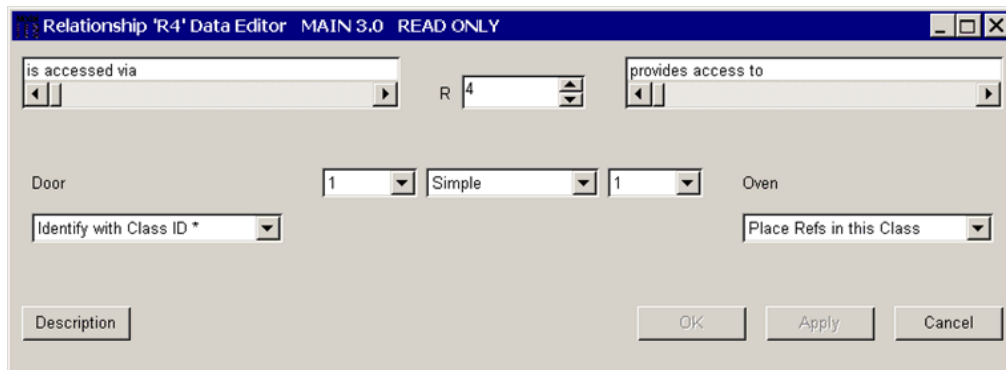

図 4-8: 関係データエディタ
- ポップアップメニューの [*Show Relationship Data Editor*] を選択します。関係データエディタが別のウィンドウに表示されます (図 4-8)。このエディタを使用すると、クラス図に表示される関係の特性を定義できます。